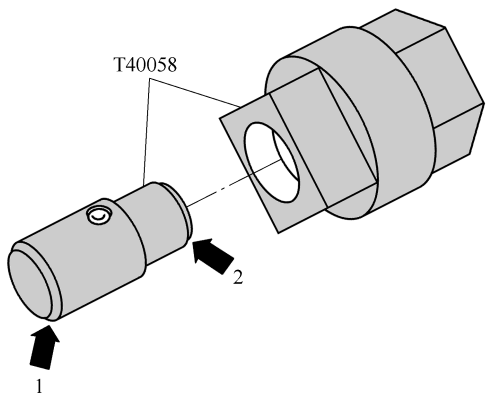

图 1-3-13 装入适配接头 T40058 的导向销
- 2) 如图 1-3-13 所示, 装入适配接头 T40058 的导向销, 使大直径一端(箭头 1)指向发动机, 小直径一端(箭头 2)指向适配接头。